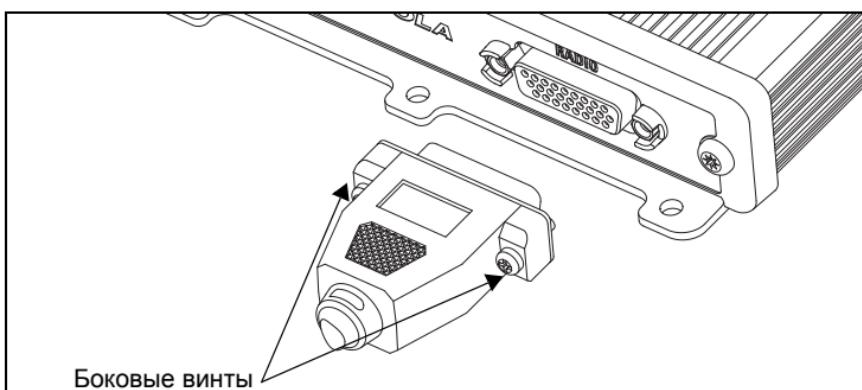

Рис. 11: Подключение соединительного кабеля для базовой станции и распределительной коробки
- Закрепите соединительный кабель для базовой станции и распределительной коробки (PMKN4169) или соединительный кабель для базовой станции и распределительной коробки с USB-кабелем для передачи данных (PMKN4170) от автомобильной базовой станции, закрутив винты на разъеме распределительной коробки автомобильного комплекта MTP6000, как показано на Рис. 11.